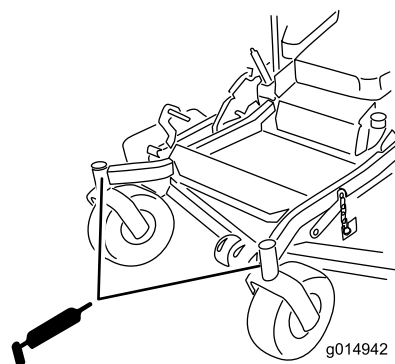

Figure 44
- Sortez le graisseur Zerk du trou. Remettez le bouchon hexagonal et le capuchon antipoussière en place (Figure 44).